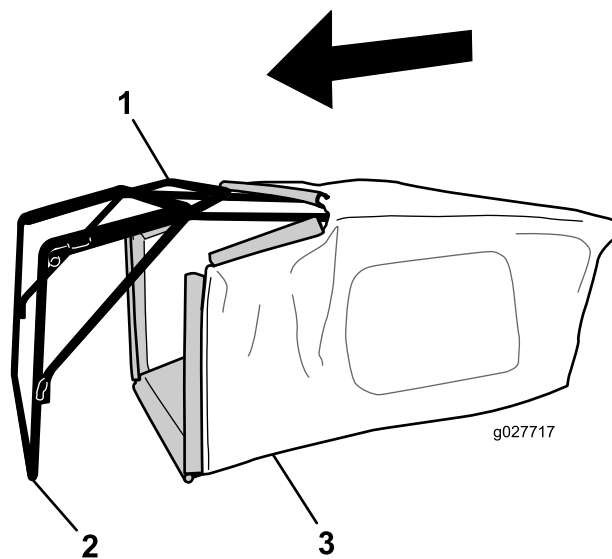

Рисунок 8
1. Установите мешок для травы на раму, как показано на Рисунок 8.
Примечание: Не надевайте мешок на ручку (Рисунок 8).